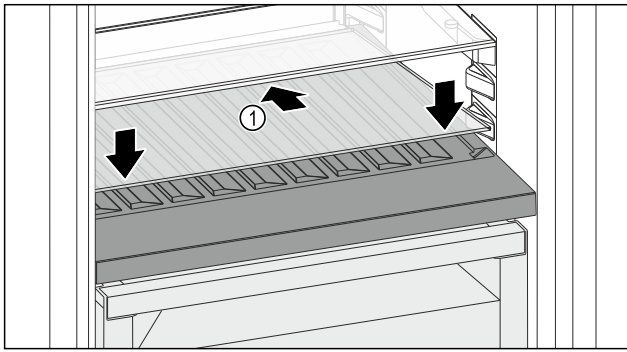

Fig. 93
- Glasplatte Fig. 93 (1) schräg und nach hinten unten geneigt ansetzen.
- Glasplatte Fig. 93 (1) vorne absenken.